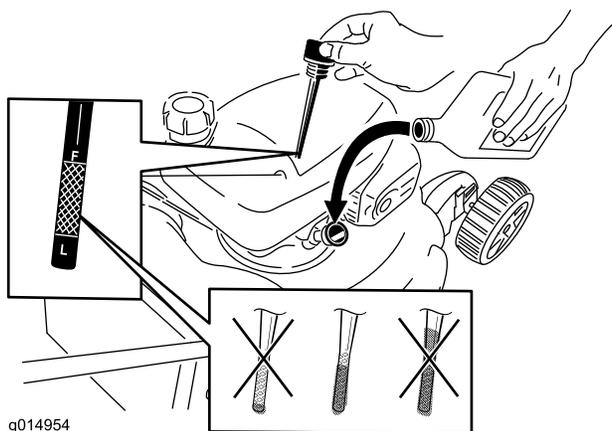

Figura 37
6. Retire la varilla del tubo de llenado de aceite (Figura 37).
- Retire la varilla y observe el nivel de aceite; consulte Figura 37.
- Si el nivel de aceite es demasiado bajo, añada una pequeña cantidad de aceite lentamente por el tubo de llenado y repita los pasos 10 a 12 hasta que el nivel del aceite sea correcto, según se muestra en Figura 37.